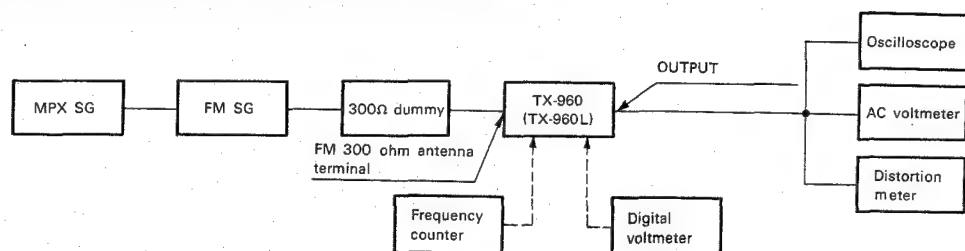

Fig. 11-1. FM adjustment connection diagram
- Faire les raccordements comme indiqué en Fig. 11-1. Note: Modulation stéréo: Principal 1kHz L+R $\pm 68,25$ kHz dév. Pilote 19kHz $\pm 6,75$ kHz dév.